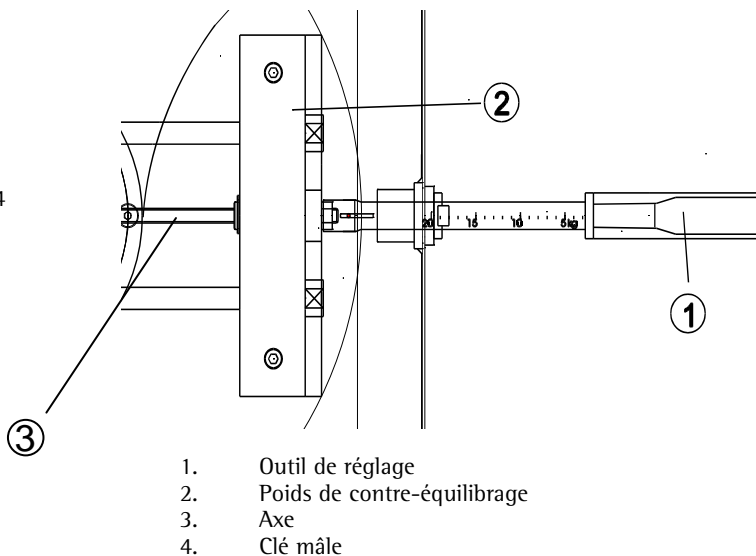

Fig. 9: Configuration du poids de contre-équilibrage conformément au chargement
5. Bloquez l'entraînement de la table d'agitation en insérant la clé mâle coudée livrée à travers l'alésage de la table d'agitation (Fig. 9 et 10, Pos. 4). Déplacez la table d'agitation brièvement en va et vient jusqu'à ce que l'entraînement soit entièrement bloqué.
6. Insérez l'outil de réglage (1) à travers l'orifice sous le clapet avant du carter sur l'axe du poids de compensation (2).